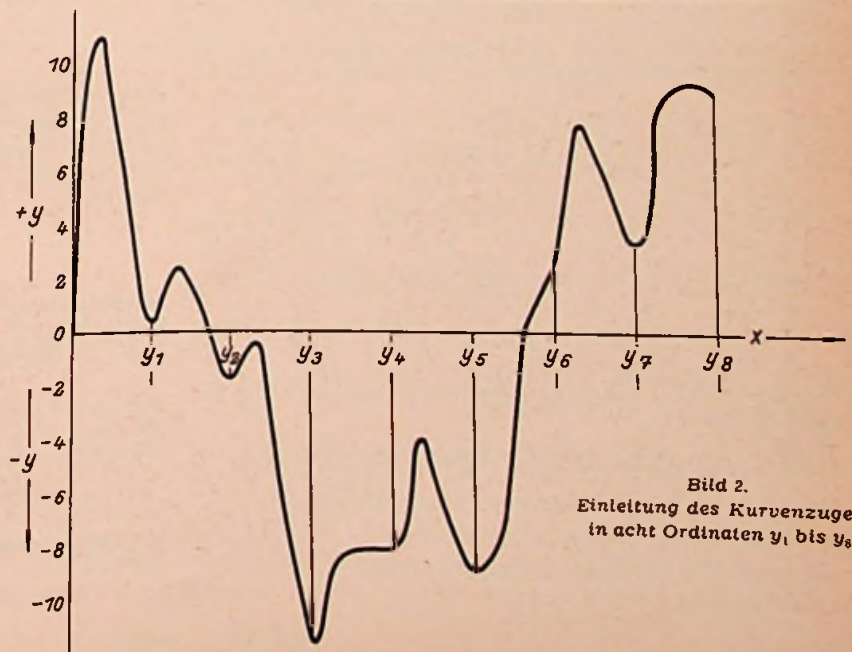

Bild 2.
Die Aufgabe besteht also darin, die Koeffizienten  $a_0, a_1, a_2, a_3, \dots, b_1, b_2, b_3, \dots$  zu bestimmen. Setzt man diese Koeffizienten in die Gleichung (1) ein, so soll der Kurvenverlauf der so gebildeten Funktion dem gegebenen Kurvenzug (Bild 2) möglichst getreu entsprechen.